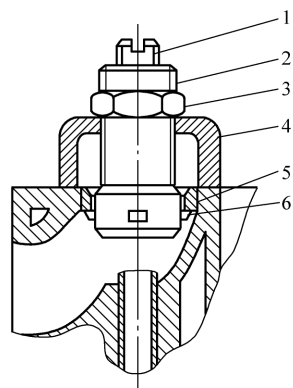

图 3-3 气门座圈拉出器
(1) 采用拉出器 气门座圈拉出器是一种专用工具,如图 3-3 所示,可自制。拆卸效率高、不会损坏缸盖。
(2) 加热法 如锈蚀严重或没有专用工具时,可采用直接加热座圈(如使用乙炔焊加热座圈或直接在座圈上堆焊一层金属的方法等使其升温,待其自然冷却后发生收缩,而后撬出。
(3) 砸出法 如用以上方法仍不能取出座圈,则可采取下述方法取出。将旧气门头部用砂轮磨成比气门座略小,然后将气门和座圈焊接在一起,再用锤子将气门和座圈一起打出。